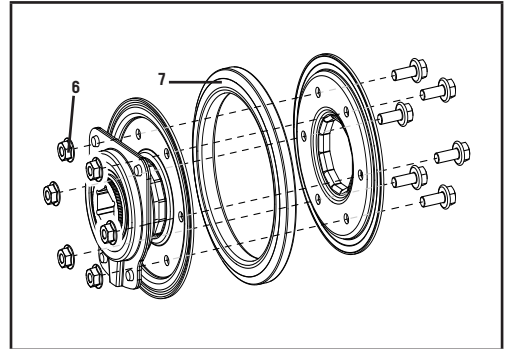

Figure 45
6. Dévissez les 6 boulons M6 x 16 (6) de l'assemblage du disque d'embrayage afin de jeter l'anneau en caoutchouc usé de la roue de friction (7) et de le remplacer par un anneau neuf. (figure 45).